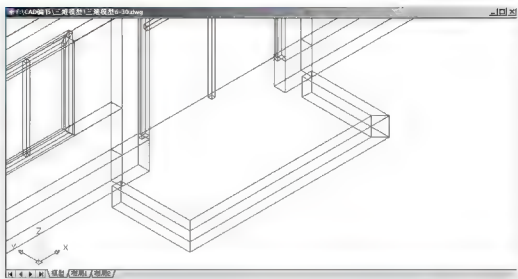

图 6.39 绘制阳台下部的挑梁和封边梁
- (8) 按 Enter 键结束命令，关闭【阳台】图层，结果如图 6.39 所示。